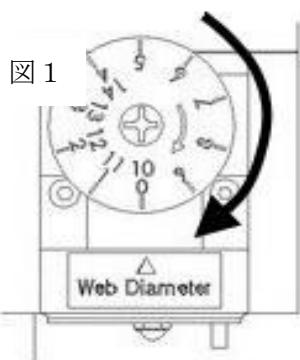

図2
- 6) コレットをホルダーの雄ネジ側にはめ込みます。 雄ネジ側のコレット装着部の穴に円の半分ほどが出っぱっているのでこの部分にコレットのくびれ部を斜め(約45°)にあてがいながら押し込むことによって正しく装着できます(図2)。 正しく装着できたらホルダーセットのかたわれであるナットを軽くつなぎます。
- 5) コレットをホルダーの雄ネジ側にはめ込みます。雄ネジ側のコレット装着部の穴に円の半分ほどが出っぱっているのでこの部分にコレットのくびれ部を斜め約 45° にあてがいながら押し込むことによって正しく装着できます(図2)。正しく装着できたらホルダーのかたわれであるナットを軽くつなぎます。これでホルダーの雄ネジ側、コレット、そしてナットが一体となりました。